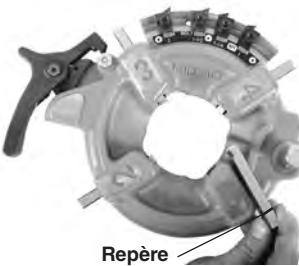

Figure 14 – Insertion des filières
- Insérez les filières appropriées, chiffres en haut, dans la tête de filière jusqu'à ce que leurs repères arrivent à fleur du rebord de la tête de filière (Figure 14). Les chiffres estampés sur les filières doivent correspondre à ceux des logements de la tête de filière. Remplacez le jeu de filières au complet. Ne jamais mélanger des filières issues de jeux différents.